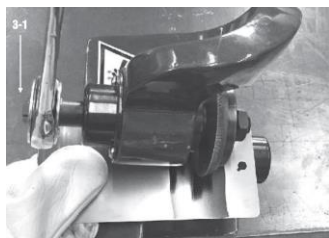

fig. 3
3. Appliquez une pression modérée pour pousser la pièce à travailler dans les matrices à découper lorsque vous tirez la poignée vers vous (fig. 3).